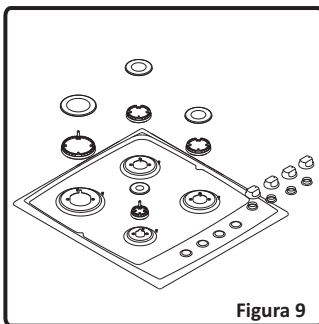

Figura 9
- Rimuovere la copertura e l'adattatore del bruciatore (figura 9).